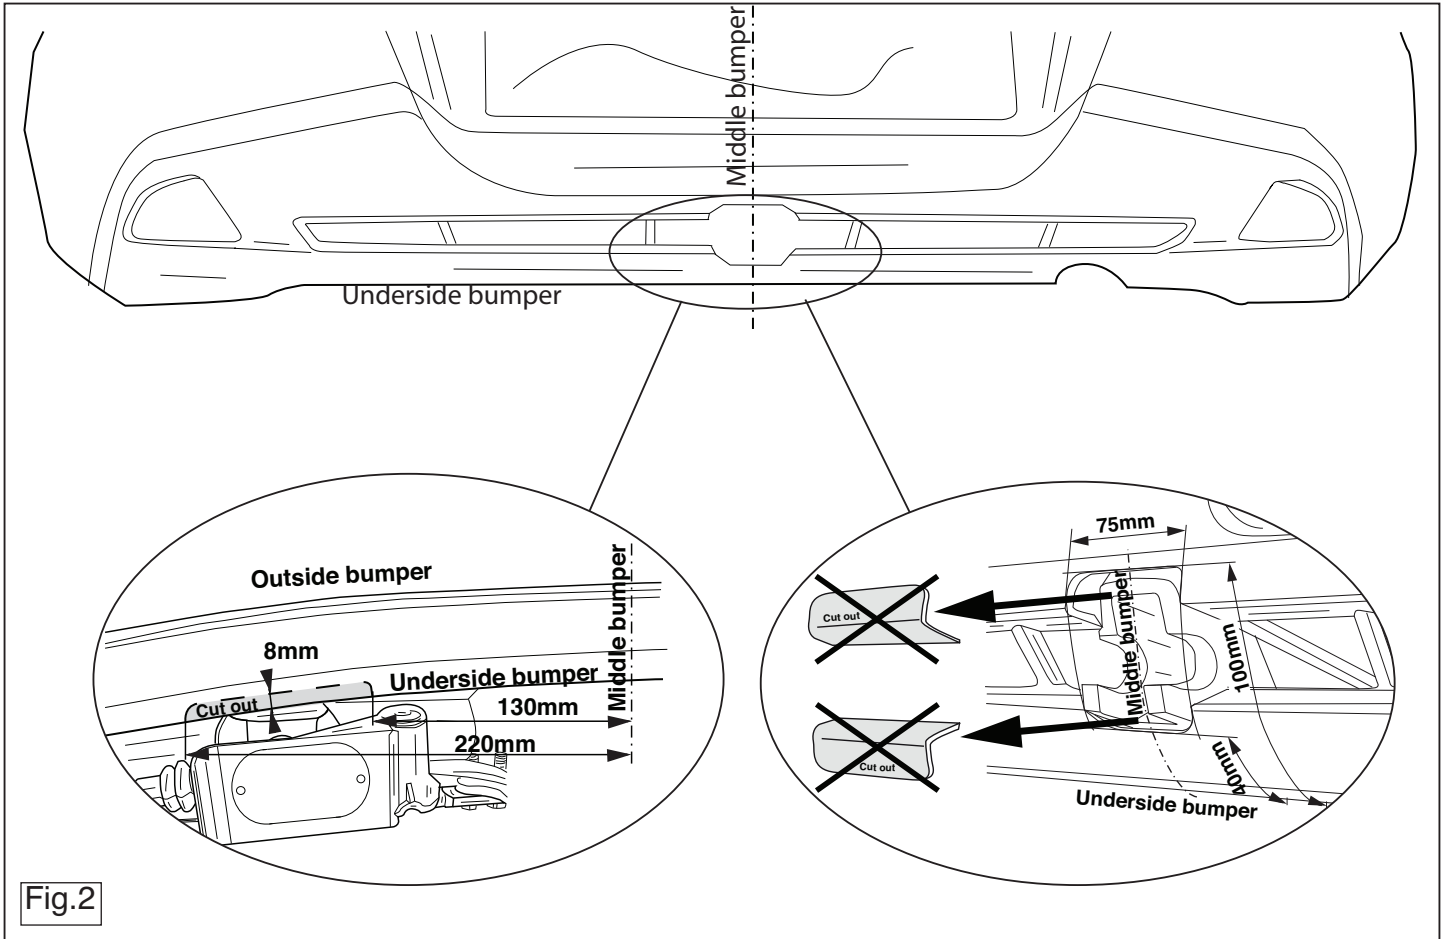

Fig.2
2. Выпилить обозначенные части, как указано на рис. 2.